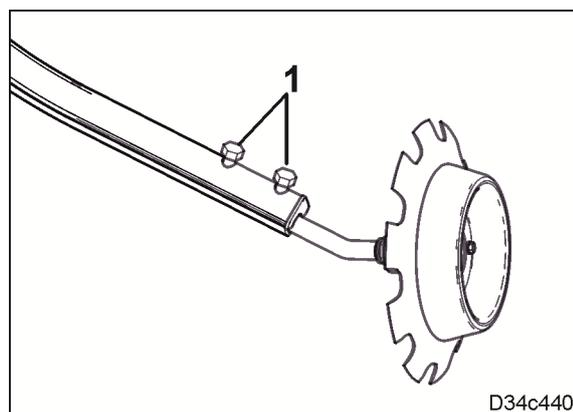

図 152
4. 2本のねじ (図 152/1) を外します。
7. ねじ (図 152/1) を締め付けます。